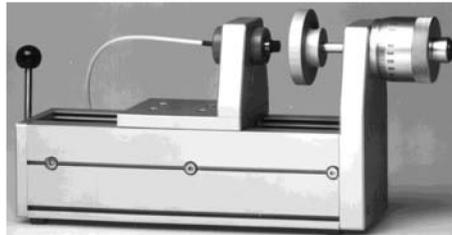

Abb. 17 Mikrometerkalibriervorrichtung
1) Spezielle Mikrometer-Kalibriervorrichtung mit nicht drehender Mikrometerspindel, die als Zubehör lieferbar ist, siehe Abb. 17, oder